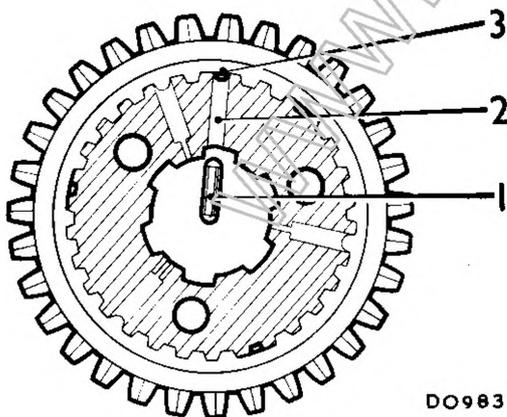

Fig. F.6
- (9) Il gioco assiale sull'albero primario degli ingranaggi della 2^a e 3^a deve essere compreso tra 0,09 e 0,13 mm.
- (10) Rimontare il mozzo e gli anelli sincronizzatori della 4^a e 3^a. La faccia piana del mozzo deve essere rivolta verso l'estremità posteriore dell'albero.
- (11) Rimontare l'ingranaggio, il mozzo e l'anello sincronizzatore della 1^a. La faccia lato cono del mozzo deve essere rivolta verso l'estremità anteriore dell'albero.
- Se l'ingranaggio della 2^a e 3^a fosse stato scomposto nei suoi particolari, è indispensabile posizionarlo correttamente sul mozzo, altrimenti sarà impossibile innestare la 2^a. Assicurarsi che il nottolino, posto nel foro del mozzo, sia allineato con il dente fresato dell'ingranaggio (Fig. F.6) e che a ricomposizione ultimata la faccia del mozzo lato cono ed il lato smussato dei denti dell'ingranaggio si trovino da parti opposte.